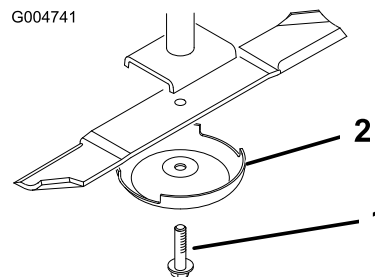

Figura 87
2. Fixe a extremidade da lâmina utilizando um pedaço de tecido ou uma luva grossa. Retire o parafuso da lâmina, o recipiente anti-danos e a lâmina do eixo (Figura 87).